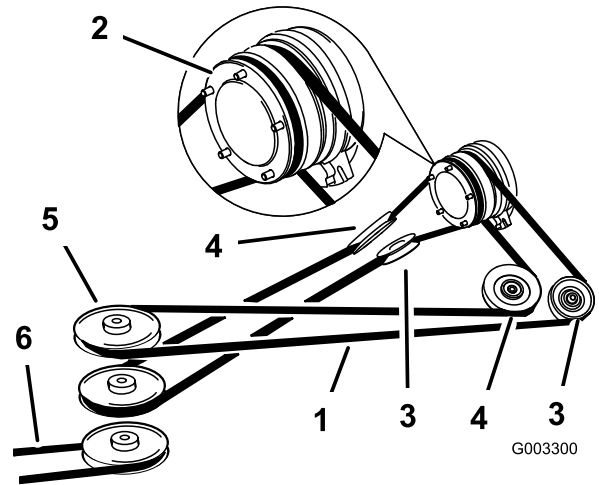

Bild 57
4. Ziehen Sie an der federgespannten Spannscheibe, um die Riemen Spannung wegzunehmen (Bild 57).
6. Legen Sie den neuen Treibriemen um die Kupplungsscheibe, die verstellbaren Spannscheiben, die federgespannte Spannscheibe und die vordere der Dreier-Spannscheibeneinheit (Bild 57).